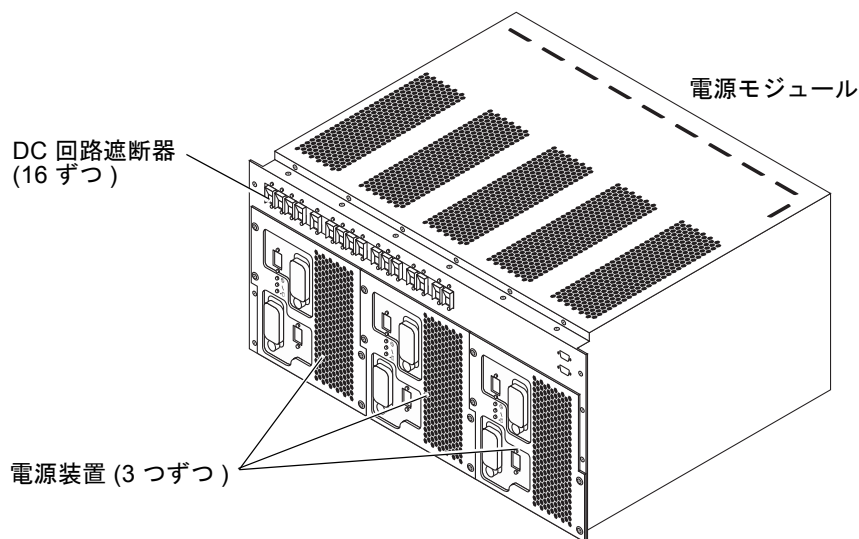

図 2-8 回路遮断器と電源装置
2. 正面および背面にある電源モジュールのすべての DC 回路遮断器がオンになっていることを確認します (図 2-8)。